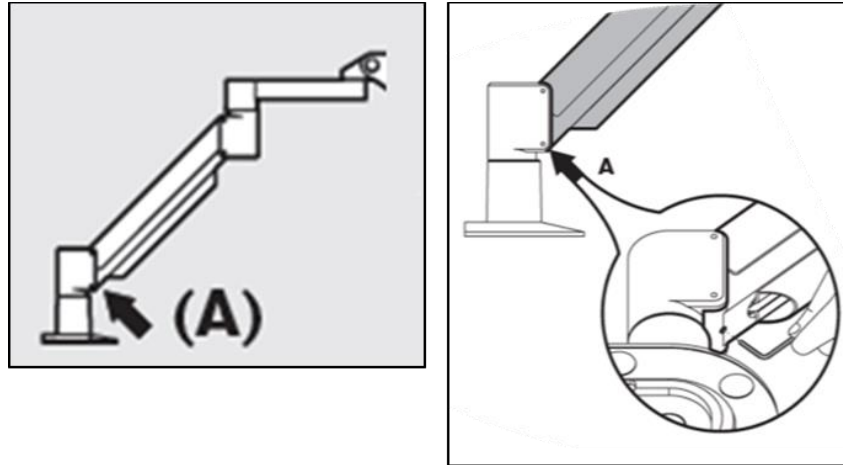

Figura 4-5. Slăbirea șurubului A de setare a contrabalansului
- Dacă brațul **se mișcă în jos**, ridicați brațul la înălțimea maximă posibilă și slăbiți șurubul **A de setare a contrabalansului** prin rotirea acestuia cu cel puțin jumătate de tură. Folosiți un imbus de 3/32. Vezi Figura 4-5.
- Ridicați brațul în poziția cea mai înaltă și strângeți **șurubul A de setare a contrabalansului** până se realizează contactul, apoi strângeți o jumătate până la maximum trei sferturi de revoluție. Vezi Figura 4-5.